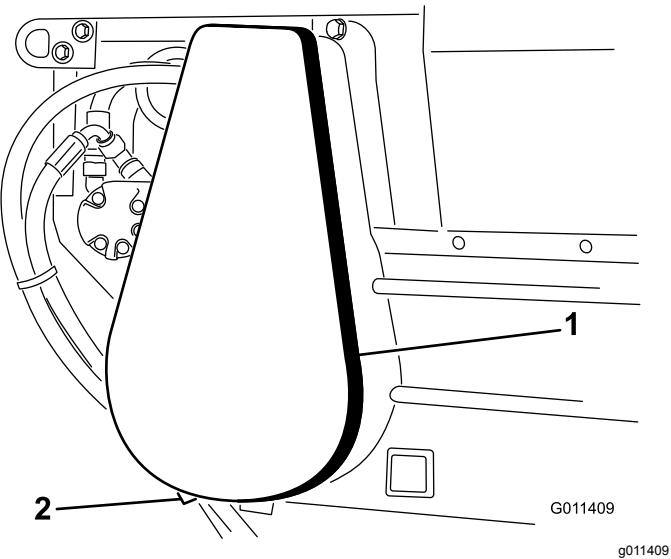

Figura 24
1. Remova a montagem da cobertura da corrente e do espaçador (Figura 24).